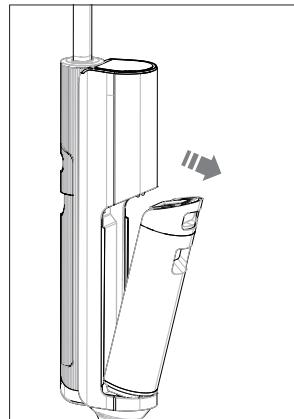

Abb. 11 – Wassertank einsetzen
- Setzen Sie den Schmutzwassertank leicht schräg in die Aussparung auf der Gerätevorderseite ein und drücken Sie den Schmutzwassertank an, bis er hörbar einrastet und fest sitzt (**siehe Abb. 11**).